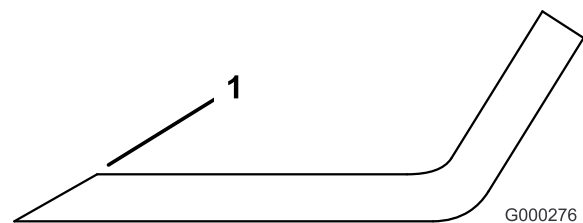

Figura 101
3. Inspeccione los filos de todas las cuchillas. Afilelos si están romos o tienen mellas. Afile únicamente la parte superior del filo y mantenga el ángulo de corte original para asegurar un filo correcto (Figura 101). La cuchilla permanecerá equilibrada si se retira la misma cantidad de metal de ambos bordes de corte.
Si se permite que la cuchilla se desgaste, se formará una hendidura entre la vela y la parte plana de la cuchilla (Figura 101). Con el tiempo, una parte de la cuchilla puede desprenderse y ser arrojada desde debajo de la carcasa, posiblemente causando lesiones graves a usted o a otra persona.